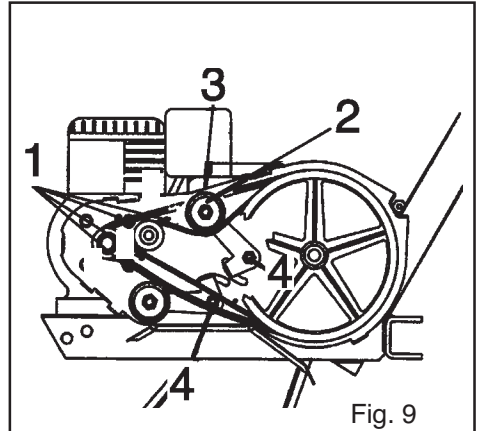

Fig. 9
1. Nach der Montage der Riemen kontrollieren, daß diese in die Sprossen 1 (Abb. 9) eingespannt sind.
2. Um unreparierbare Schäden am Riemen des Rückwärtsgangs zu vermeiden, die Steuerleitung so einregulieren, daß der Außendurchmesser des Riemenspanners 2 fast das äußere Profil des Schotts 3 berührt (Abb. 9).
4. Ein zu starkes Spannen der Muttern 4 verursacht einen unvollständigen Rückzug der Riemenspanner und eine folgliche Abnutzung und den Bruch des Riemens. Deshalb ist zu kontrollieren, daß sich die Riemenspanner frei über ihren gesamten Lauf bewegen können (Abb. 9).